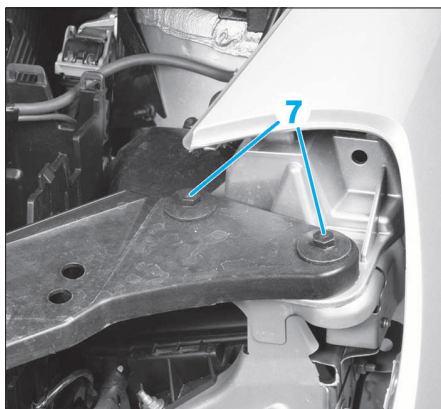

FIG. 18
- les écrous (7) de fixation (Fig.18),